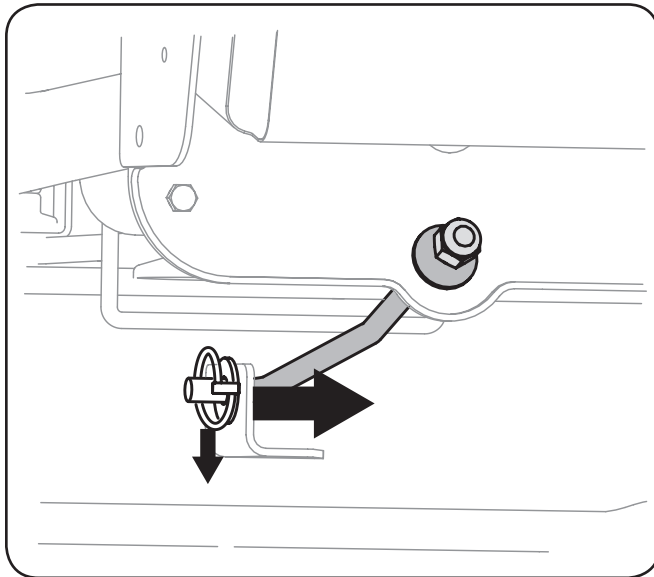

Figure 7-4
- Retirez la goupille fendue de la barre stabilisatrice et faites glisser le stabilisateur hors du support de relevage du plateau. Voir Figure 7-4.